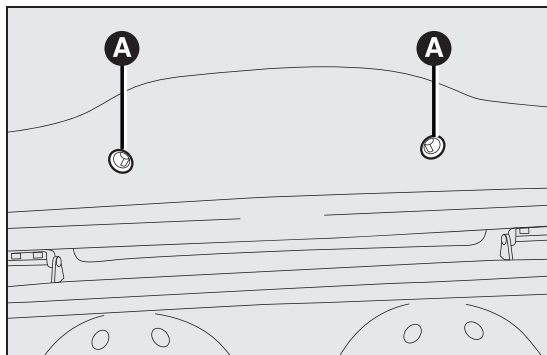

fig. 117
- ☐ verwijder de twee doppen en draai de twee bevestigingsschroeven A fig. 117 los;